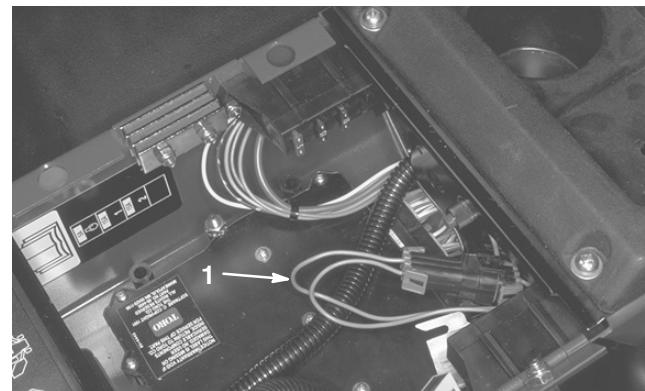

Bild 28
2. Öffnen Sie die Armaturenbrettabdeckung. Ermitteln Sie den Kabelbaum und die Stecker in der Nähe des Controllers. Ziehen Sie den Rückführungsstecker vorsichtig aus der Kabelbaumbüchse (Bild 28).
3. Schließen Sie die ACE-Diagnostikanzeige an den Kabelbaum an (Bild 28). Stellen Sie sicher, dass sich das richtige Overlayschild auf der ACE-Diagnostikanzeige befindet.